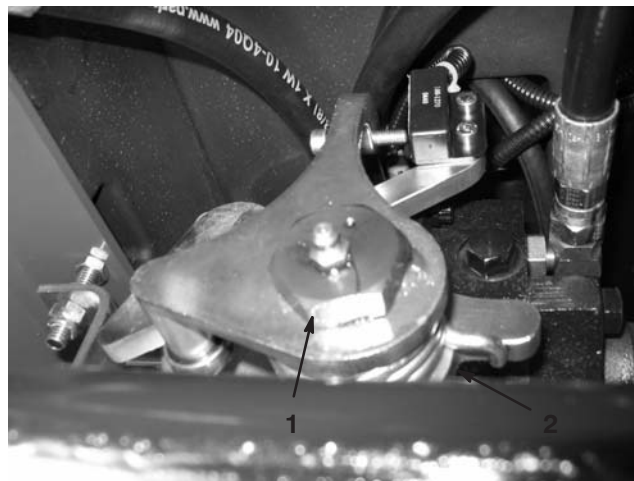

Figure 54
3. Desserrez la vis de retenue de l'autre côté de la came de réglage de transmission (Fig. 54).